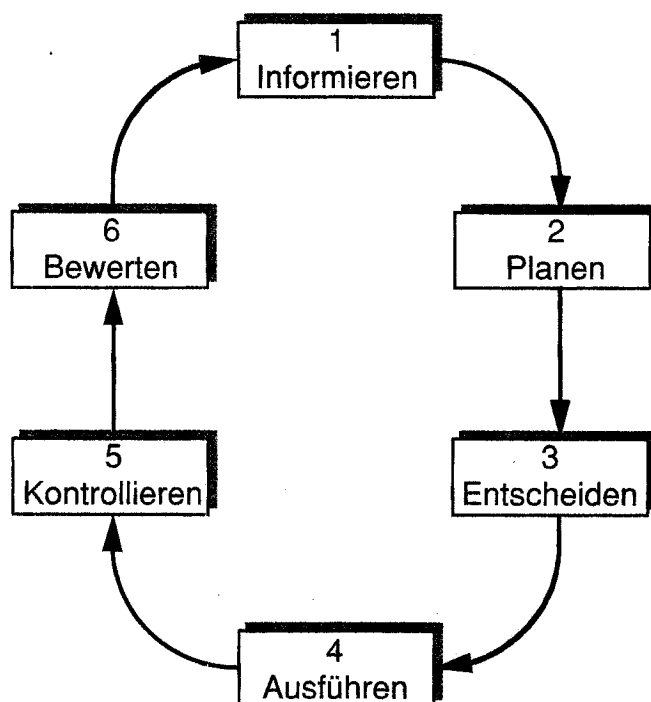

Bild 1 Ablauf ganzheitlicher Berufsausübung
- und das Arbeitsergebnis bewerten können (Bild 1).